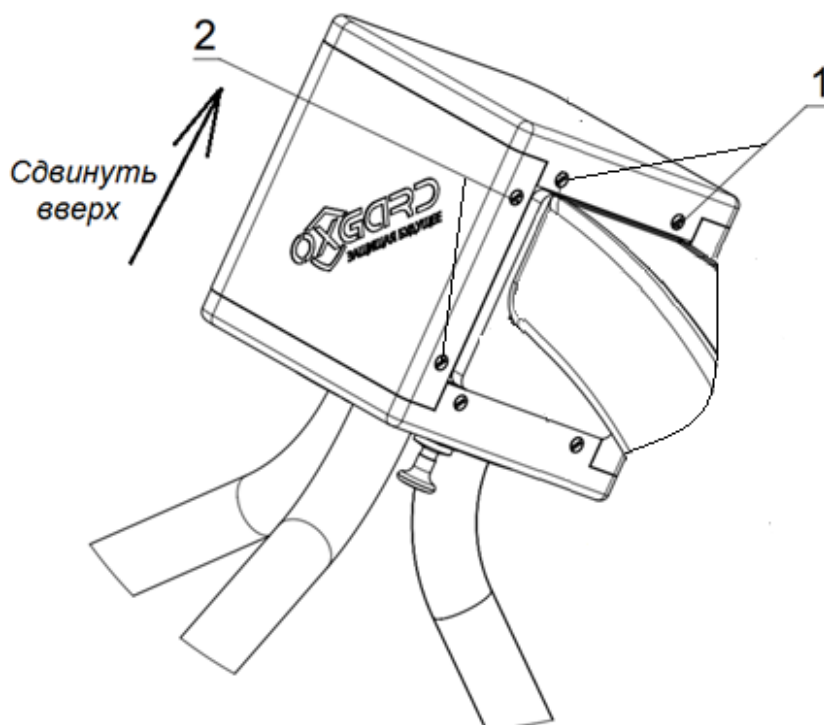

Рис. 9.
Для удобства подключения турникета и доступа ко всем необходимым контактам нужно выполнить его частичную разборку. В данный объем работ входит демонтаж защитного кожуха. Для этого нужно открутить два винта (1) и четыре винта (2), плавно сдвинуть кожух кверху на небольшое расстояние, так чтобы не оборвать кабель, идущий к панели индикации (рис. 9). Отсоединить кабель от платы индикации.